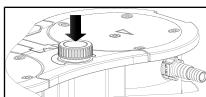

Fig.7: Attivazione e disattivazione della pompa tramite pulsante/manopola
- Attivare la pompa premendo il pulsante/manopola (vedere Fig. 7).